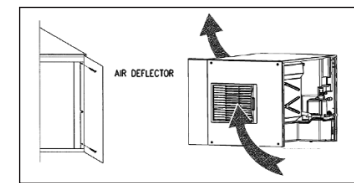

Fig. 10.
m) Installation du déflecteur d'air (livré en standard) (Fig 10). Le déflecteur doit être installé comme indiqué pour empêcher le recyclage de l'air chaud au travers du condenseur.